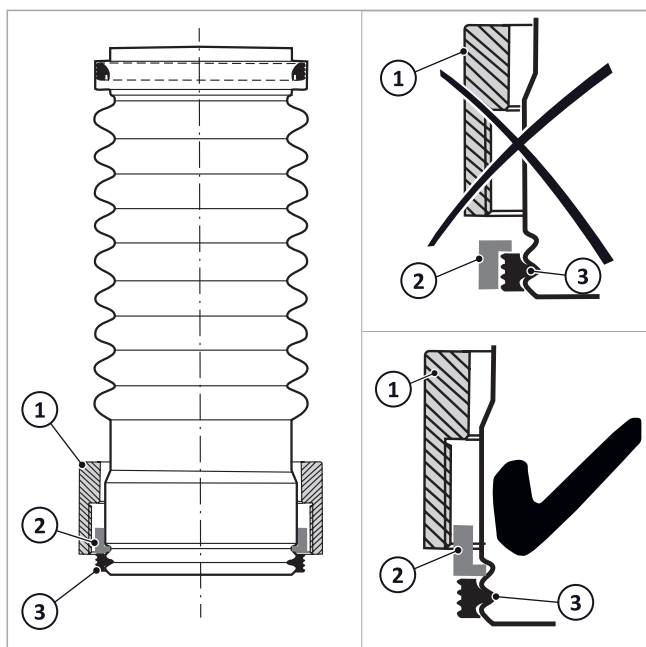

Fig. 61: raccordo a vite inserito
3. Secondo ➔ fig. 61 spingere il dado di sicurezza (1), l'anello elastico (2) e la guarnizione (3) lungo l'estremità inferiore del raccordo per lo scarico dei fumi.